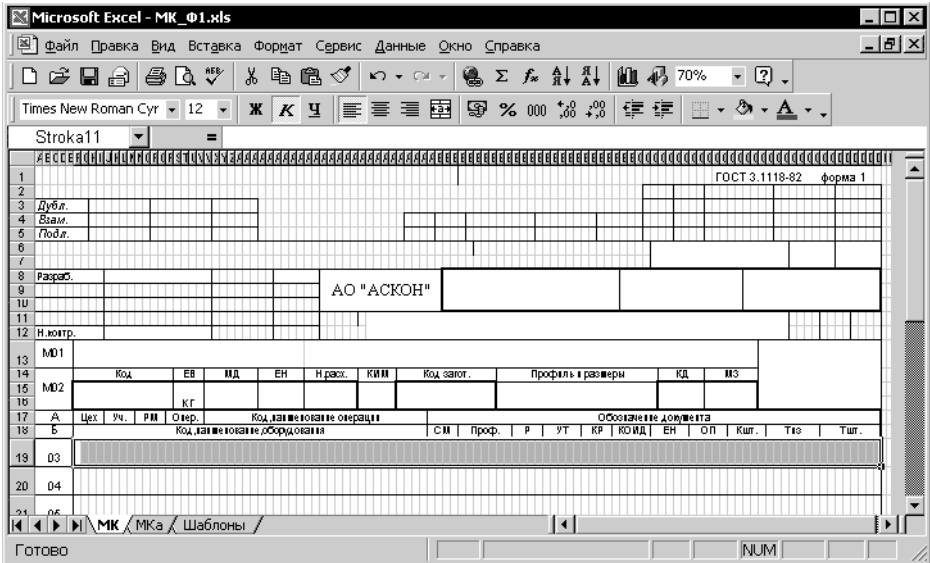

Рис. 3.61. Диапазон «Stroka11»
- 3.5. На первом листе выделите первую строку области RabPole1 (до границы карты) и присвойте ей имя «Stroka11» (рис. 3.61).